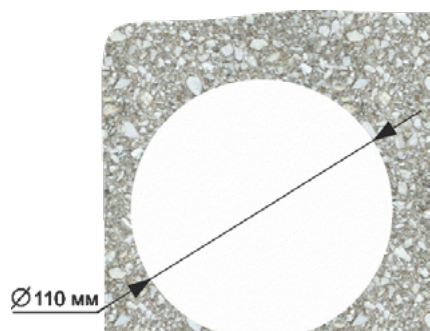

Рис.13
1. Коронкой по бетону диаметром 110 мм в стене просверлить отверстие (см. рис.13). Глубина готового отверстия в стене должна быть не менее 42 мм. Этой глубины достаточно для установки монтажной коробки.